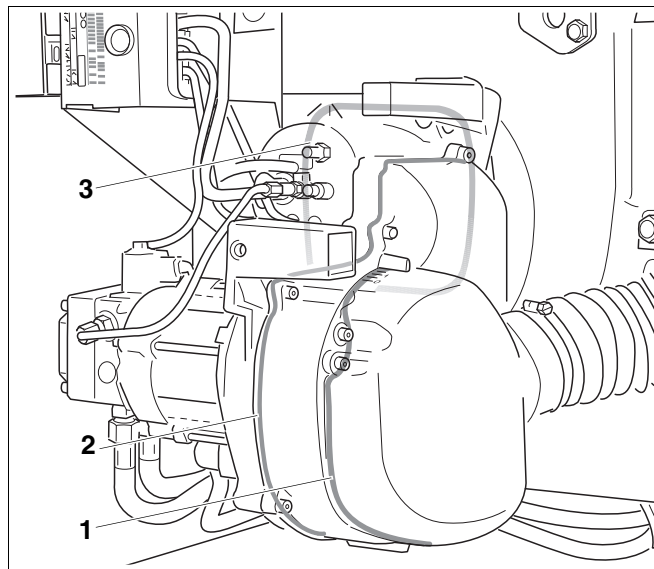

Рис. 33 Дополнительное уплотнение Logatop SE RLU
- плоское уплотнение фланца горелки (Рис. 33, **поз. 3**)
- уплотнение шумоглушителя (Рис. 33, **поз. 1**)
- уплотнение основания корпуса круглым шнуром (Рис. 33, **поз. 2**).